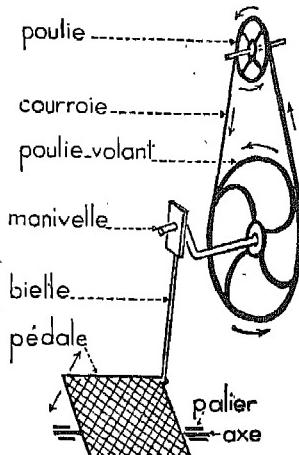

Fig. 1. — Transmission du mouvement dans une machine à coudre.
b) La machine à coudre. — C'est la couturière qui fait office de moteur. Elle imprime à la pédale de la machine un mouvement de rotation alternatif (fig. 1).